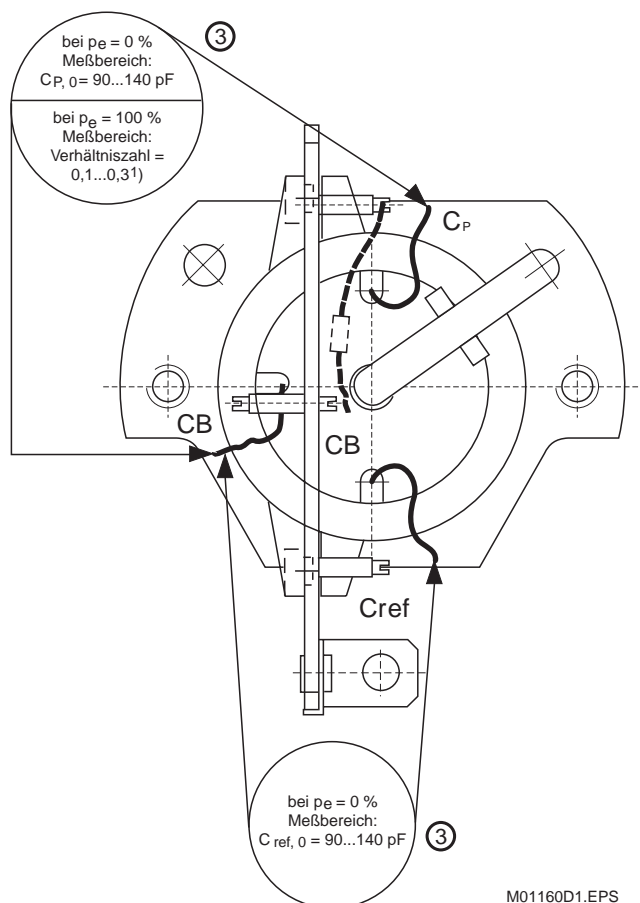

Bild 26.
3. Mit einer **Kapazitätsmeßbrücke** (Bild 26):